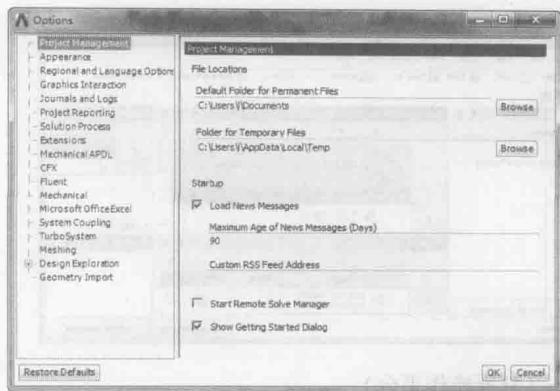

图 1-11 【Project Management】选项卡
- ◆ 【Project Management】选项卡: 用于设置 Workbench 启动的默认目录和临时文件位置、是否启动【导读】对话框及是否加载新闻信息等, 如图 1-11 所示。